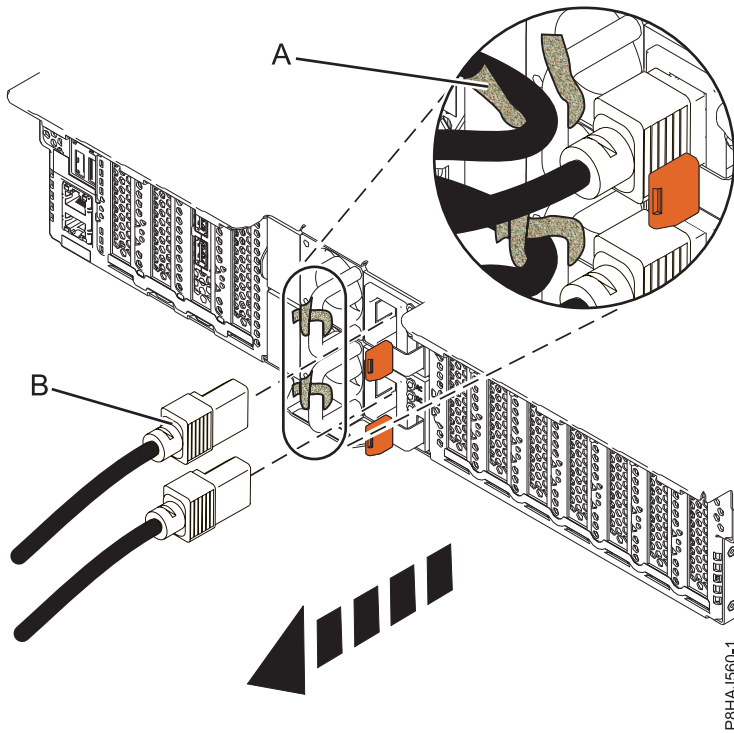
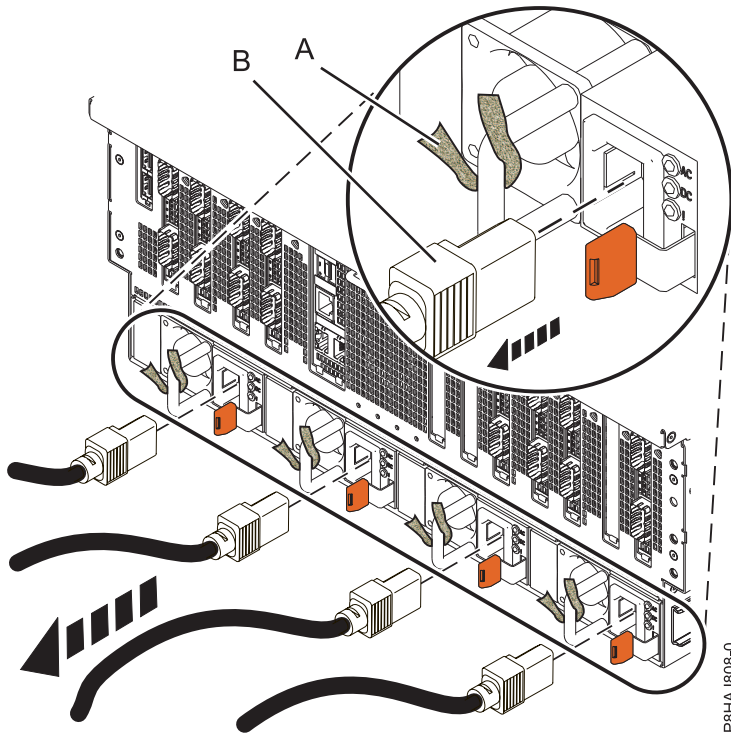

Figure 20. Retrait des cordons d'alimentation d'un système 5148-21L, 5148-22L, 8247-21L, 8247-22L, 8284-21A ou 8284-22A
Figure 21. Retrait des cordons d'alimentation d'un système 8408-44E ou 8408-E8E
3. Débranchez les cordons d'alimentation **(B)** de l'unité centrale. Voir les figures figure 19, à la page 37, figure 20, à la page 37 ou figure 21, à la page 38 selon le type de votre système.